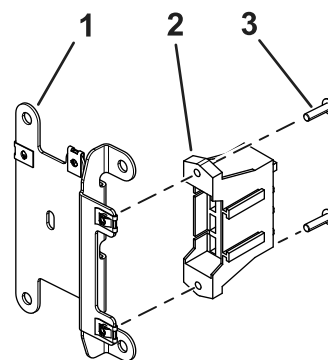

Figura 3
3. Instale o bloco de fusível na cablagem na placa de montagem do fusível utilizando os dois parafusos (n.º 10 x ¾ pol.) como se mostra na Figura 3.